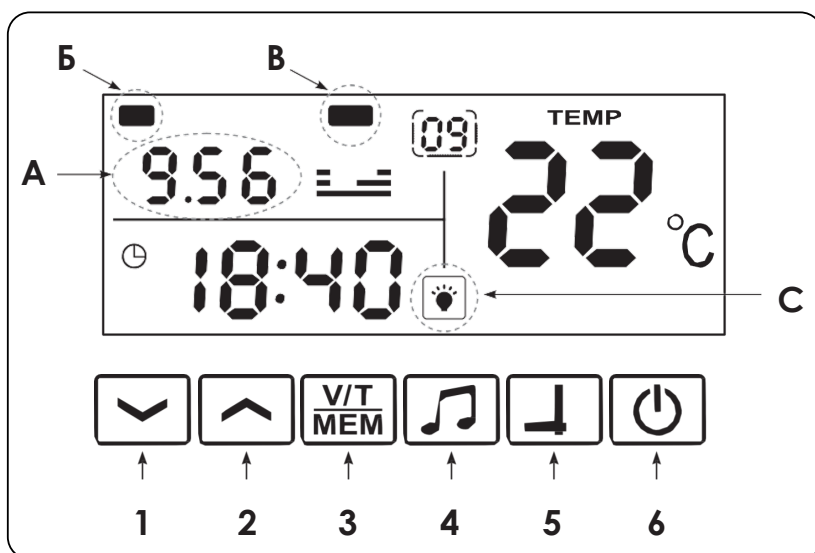

Рис. 6
В этом режиме на панели отображаются (Рис. 6):
4. В любом из режимов можно управлять LED подсветкой и подогревом зеркала нажатием кнопки 6. Индикатор подсветки отображается на дисплее специальным значком С (Рис. 6).